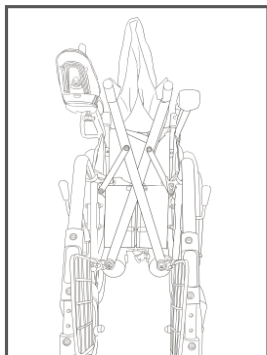
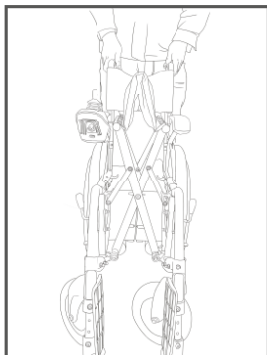
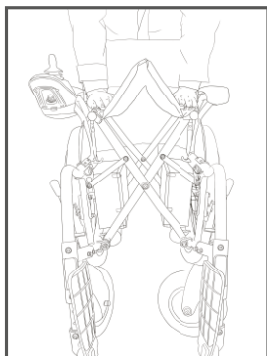
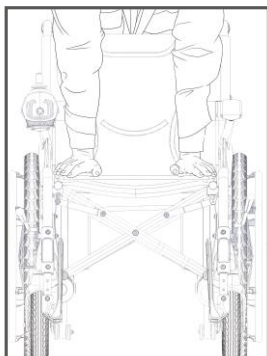

Figura 3
Figura 4
Figura 5
Figura 6
- Estragga la sedia a rotelle elettrica dalla scatola. Sollevi lo schienale ripiegato, prema i tubi dello schienale su entrambi i lati, apra la sedia a rotelle elettrica fino a quando il cuscino del sedile e il cuscino dello schienale sono completamente espansi. Fare riferimento alla Figura 3, Figura 4, Figura 5 e Figura 6.